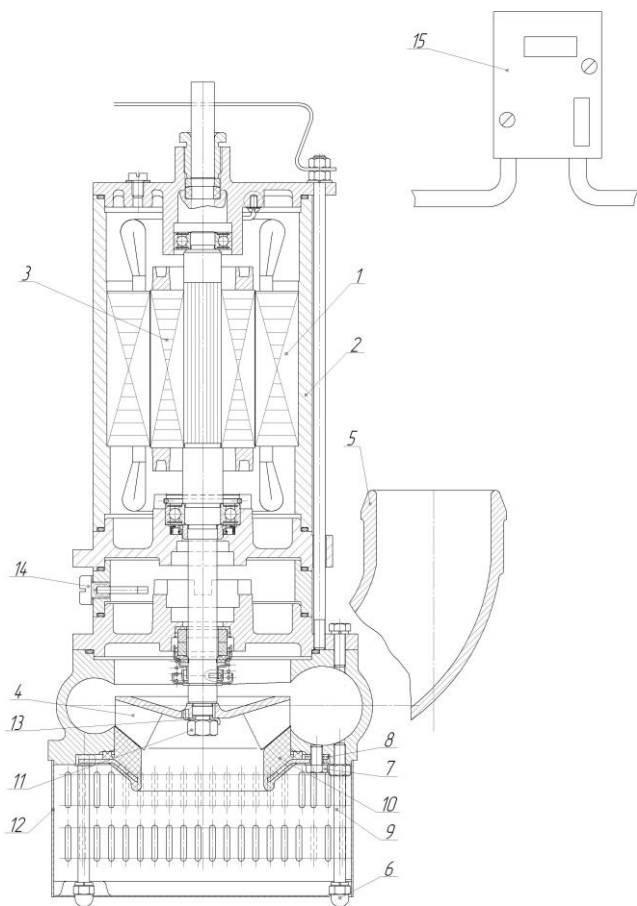

Рис. 1
### 4. УСТРОЙСТВО И ПРИНЦИП РАБОТЫ (Рис.1)
СТАТОР (рис. 1, поз.1) – прессованный активный пакет железа, заключенный в гильзу (поз.2).
6.3. Проверить уровень масла. Для этого необходимо открутить пробку с щупом (рис.1 поз.14) и убедиться, что уровень масла находится не ниже риски.